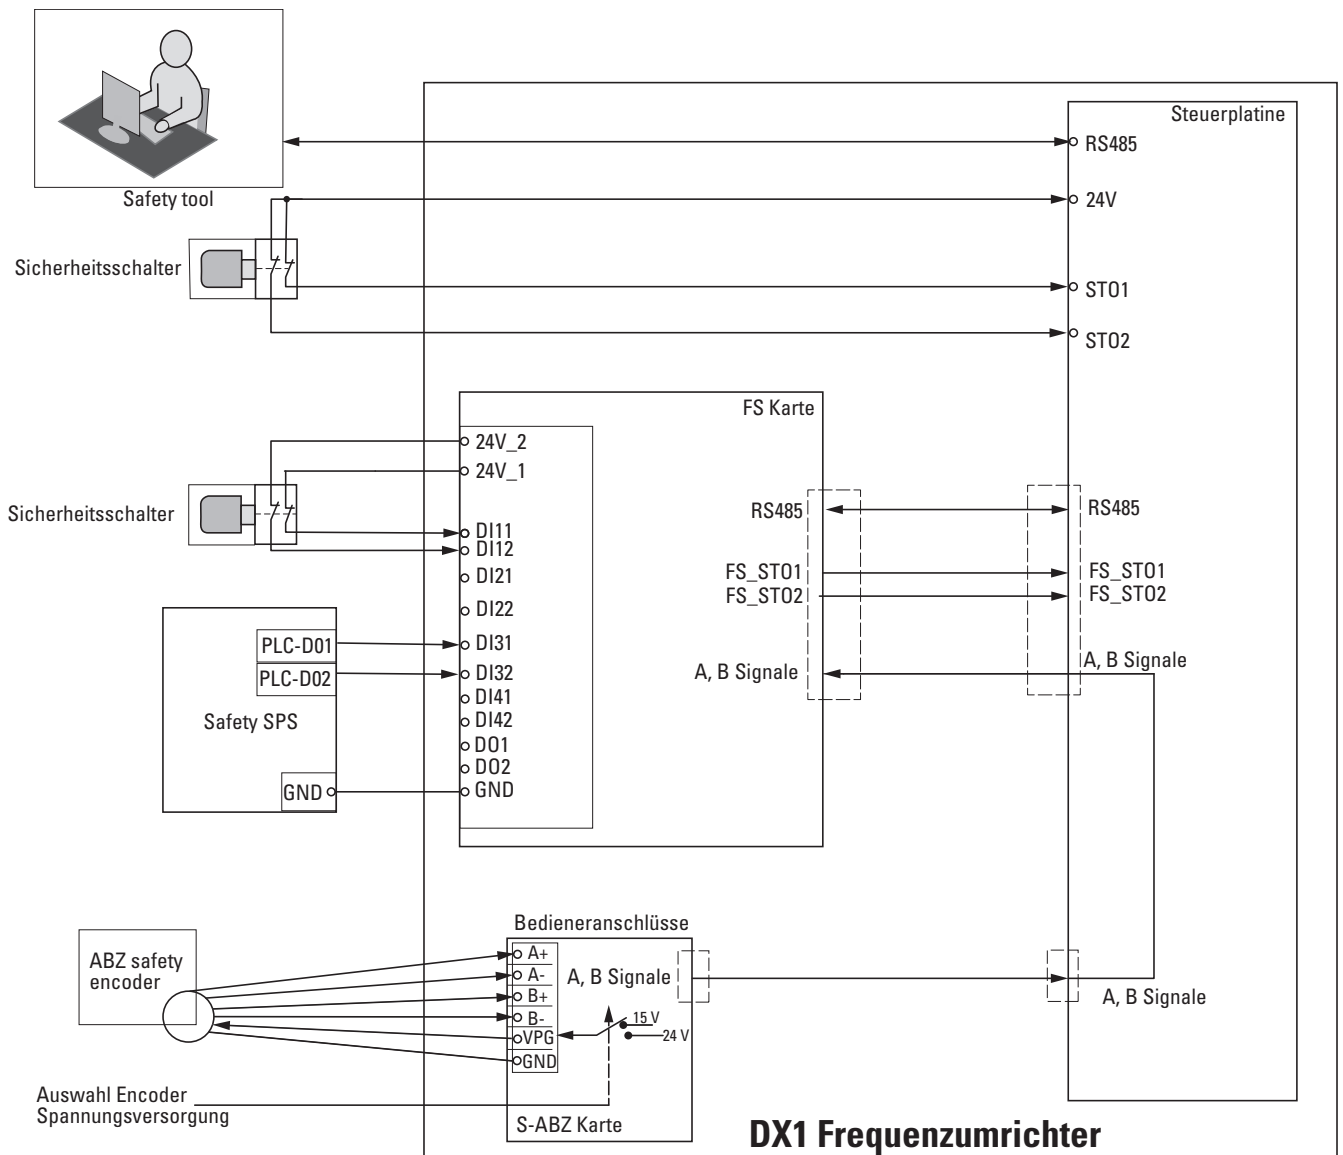

Abbildung 27: Verdrahtungsbeispiel für das funktionale Sicherheitssystem des DX1
Die Sicherheitsfunktionen (SS1, SS2, SOS, SLA, SAR, SLS, SSR, SSM, SDI und SBC) können nur durch Standard-Frequenzumrichter in Verbindung mit Optionskarten (d. h. FS-Karte und S-ABZ-Karte) und externen Sicherheits-Encodern realisiert werden. FS-Karten Eingangsklemmen können verwendet werden, um diese Funktionen zu aktivieren. Digitalausgangsklemmen können verwendet werden, um den Status dieser Funktionen auszugeben oder einige Sicherheitsfunktionen auszuführen. Die Konfiguration dieser Sicherheitsfunktionen muss über das Safety Tool erfolgen. Das Funktionsblockdiagramm für diese Sicherheitsfunktionen ist in → Abbildung 27 dargestellt. Die Funktionen der FS-Karte können nur über die FS-Karte D ausgelöst werden. Die Digitaleingänge der FS-Karte können die STO-Funktion nicht direkt auslösen, sondern nur indirekt durch andere Sicherheitsfunktionen. Die Digitalausgänge der FS-Karte (DO) können je nach Anforderung der Benutzeranwendung so konfiguriert werden, dass sie den Status der Sicherheitsfunktion ausgeben.
Abbildung 27 zeigt die Ein- und Ausgänge für das funktionale Sicherheitssystem DX1 einschließlich Steuerplatine, FS-Karte und S-ABZ-Karte. Die Konfiguration der Ein-/Ausgänge der FS-Karte finden Sie in → Abschnitt 2.8.3, „FS-Karte E/A-Verdrahtung“. Siehe → Kapitel 8, „Parameterliste“ für die Parameterkonfiguration der einzelnen Sicherheitsfunktionen.